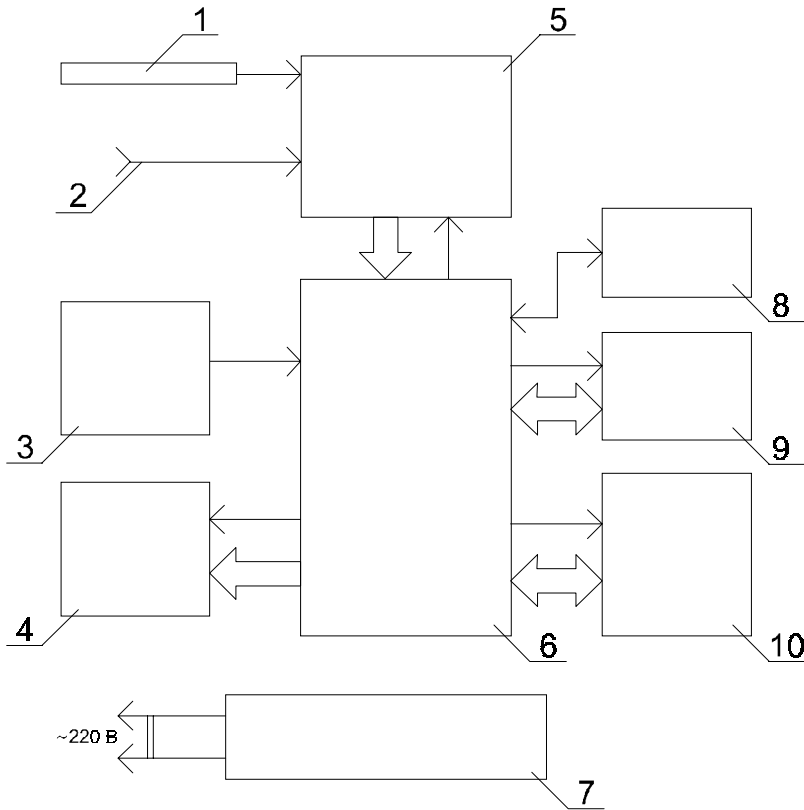

Рис.6. Прибор МУЛЬТИТЕСТ ИПЛ-111. Схема функциональная.
3.2.2. Функциональная схема прибора приведена на рис.6.